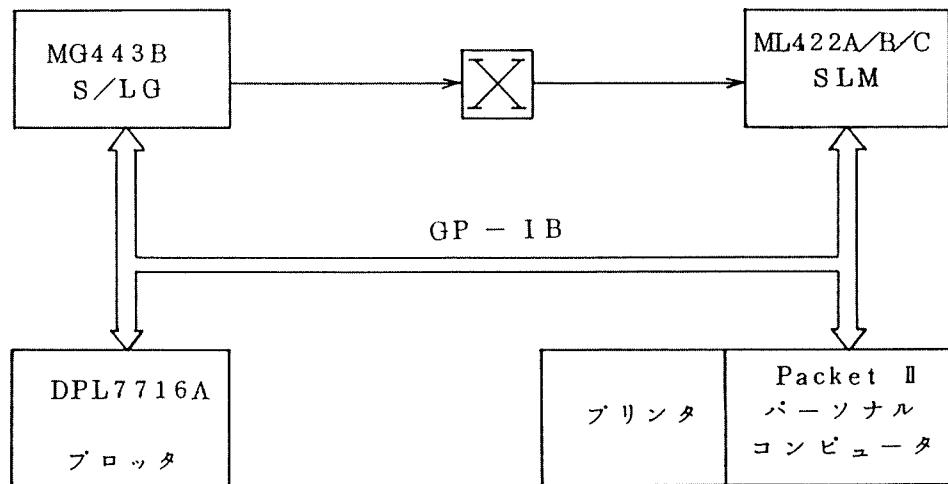

図 5-6 伝送特性自動測定システム
MG443B は GP-IB により、①周波数、②出力レベルが外部制御できるため、GP-IB 機能を備えたパーソナルコンピュータまたはミニコン等を中心に他の周辺機器と組合せ自動測定システムを構成することができます。図 5-6 は GP-IB を用いた自動測定システムの 1 例で各種通信回線の自動測定用信号源、装置あるいは機器などの測定用信号源等に応用できます。GP-IB の詳細は第 6 章を参照して下さい。